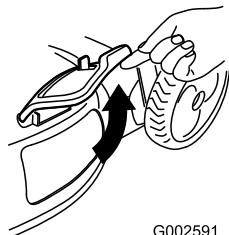

Figure 21
- Soulevez et ouvrez le volet d'éjection latérale (Figure 21).